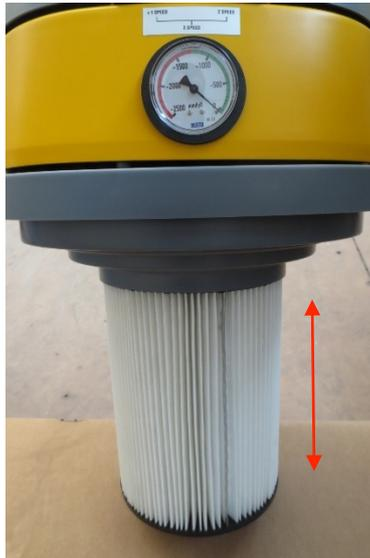

Figura 6
- Desenganchar el filtro "C" Figura 6 tirando de él hacia abajo.